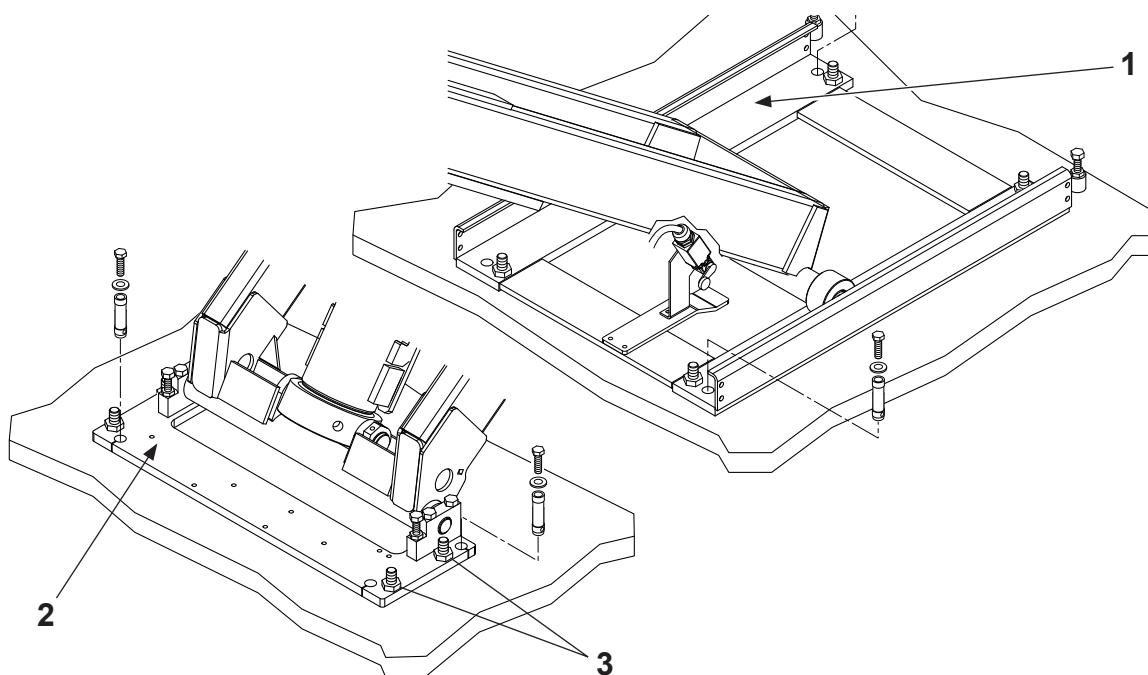

Fig. 21
- Assicurarsi della perfetta planarità delle basi prendendo come riferimento le superfici scorrimento rulli 1 (Fig. 21) e appoggio blocco fulcri bielle 2 (Fig. 21): se necessario agire sulle viti di livellamento 3 (Fig.21) ma in questo caso ripristinare il contatto base-pavimento su tutta la superficie con adeguato spessoramento (questo per evitare successive flessioni delle basi).
- Check bases for perfect levelness and keep roller sliding surfaces (1, Fig. 21) and con-rod fulcrum block bearing surfaces (2, Fig. 21) as locating points. Turn levelling screws (3, Fig. 21), if necessary. Should this case be, the lift base must fully rest onto the ground so to avoid possible deflection of the bases. Use shims, if necessary.
- Sicherstellen, dass die Untergestelle perfekt eben ausgerichtet sind, dabei die Rollengleitoberflächen (1 Abb. 21) und die der Auflage der Pleuelanschwenkeinheit (2 Abb. 21) als Bezug genommen werden: Bei Bedarf durch Betätigen der Gleichlaufregelungsschrauben einstellen (3Abb. 21), auf diese Weise muss jedoch die Untergestell-/Bodenkontaktfläche auf der gesamten Oberfläche mit angemessenen Keilen wieder hergestellt werden (um eine übermäßige Biegung der Untergestelle zu vermeiden).
- Vérifier que la planéité des bases est parfaite en prenant comme référence les surfaces de glissement rouleaux 1 (Fig.21) et d'appui bloc entablures bielles 2 (Fig.21): si nécessaire, agir sur les vis de nivellement 3 (Fig. 21) mais, dans ce cas, rétablir le contact base-sol sur toute la surface avec une cale appropriée (ceci afin d'éviter des flexions successives des bases).
- Controlar que las bases estén perfectamente planas, tomando como puntos de referencia las superficies de deslizamiento rodillos 1 (Fig. 21) y apoyo bloque articulación bielas 2 (Fig. 21); si es necesario, actuar en los tornillos de nivelación 3 (Fig. 21) pero en este caso restablecer el contacto base-pavimento en toda la superficie por medio de espesores adecuados (esto para evitar sucesivas curvaturas de las bases).